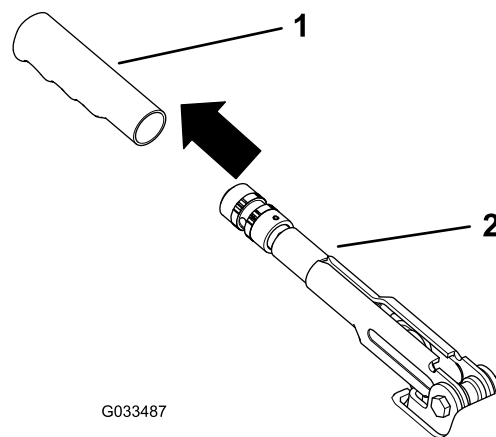

Figura 56
1. Retire a pega de borracha da alavanca do travão de estacionamento (Figura 56).
5. Coloque a pega de borracha na alavanca do travão de estacionamento (Figura 56).